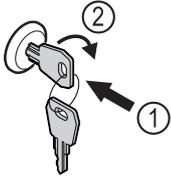

Fig. 188 Immagine a titolo di esempio
- ▶ Inserire la chiave Fig. 188 (1).
- ▶ Ruotare la chiave di 90° in senso orario Fig. 188 (2).